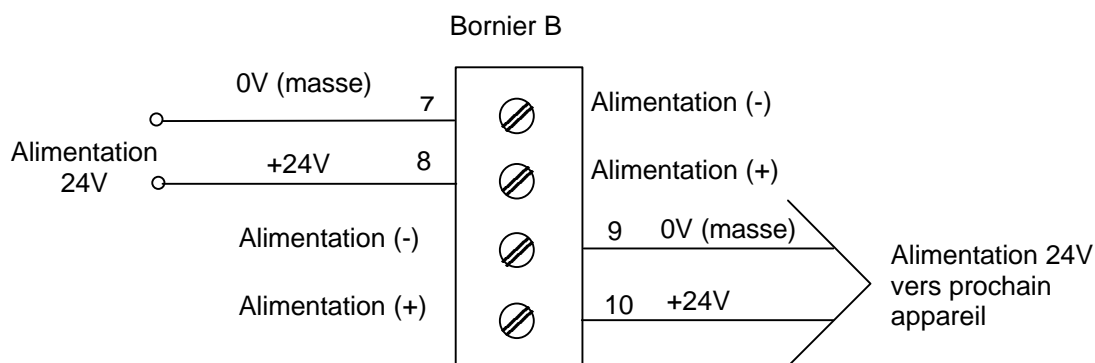

Figure 18 Détails de raccordement des câbles d'alimentation
- Raccorder les câbles d'alimentation aux bornes d'alimentation comme il est indiqué sur la Figure 18.